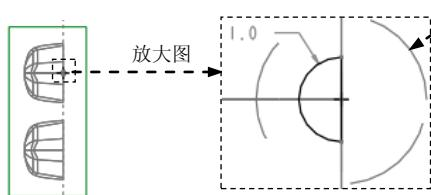

图 22.17 封闭截面草图
- (1) 在出现的操控板中，确认“实体”类型按钮 被按下。
- (2) 右击，从快捷菜单中选择 **定义内部草绘...** 命令。草绘平面为 **ADTM3** 基准平面，草绘平面的参考平面为 **MAIN_PARTING_PLN** 基准平面，草绘平面的参考方向为 **左**。单击 **草绘** 按钮，系统至此进入截面草绘环境。
- (3) 进入截面草绘环境后，选择图 22.17 所示的圆弧的边线和 **MAIN_PARTING_PLN** 基准平面为草绘参考，绘制图 22.17 所示的封闭截面草图。完成特征截面后，单击“草绘”操控板中的“确定”按钮 。